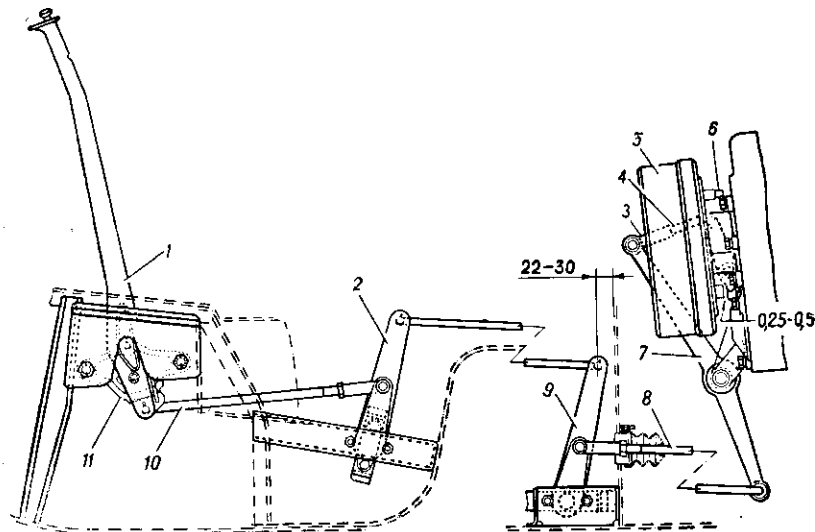

Рис. 54. Привод стояночной тормозной системы:
- поставьте рычаг 1 (рис. 54) в крайнее переднее положение. При этом барабан 5 тормозного механизма должен свободно вращаться;